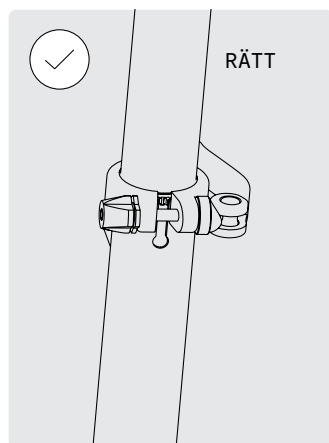

BILD 34
- Se till att sadelstolpen inte dras ut ur sadelröret förbi MIN /MAX-markeringen (Bild 34, 35).